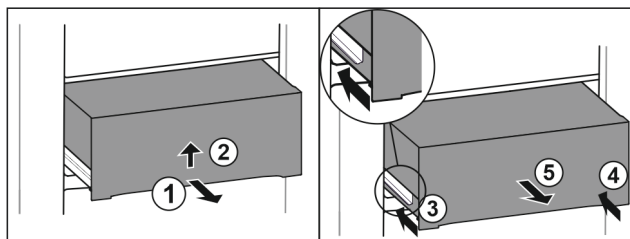

Fig. 40
- ▶ Predal izvlecite do polovice. Fig. 40 (1)
- ▶ Dvignite predal na spodnji strani. Fig. 40 (2)
- ▶ Vstavite levo vodilo. Fig. 40 (3)
- ▶ Vstavite desno vodilo. Fig. 40 (4)
- ▶ Predal vzemite ven v smeri naprej. Fig. 40 (5)